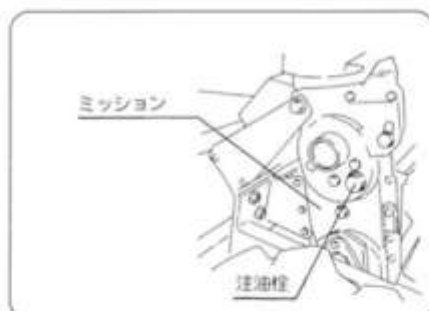

図48
（図48）
- ① 注油栓を外してください。（図48・49）
- ② ミッションケース下部の排油口ボルトを外してオイルを抜いてください。